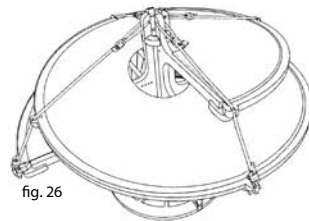

fig. 26
4) Ripetere le operazioni precedenti n. 1, 2, 3, 4 per gli altri tre tiranti fino ad ottenere quanto visibile in fig. 26.
4) Repeat the steps above (1,2,3,4) for the other three tie rods to obtain as shown in Fig.26.